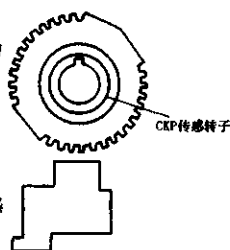

图 2-82 检查曲轴位置传感器转子
(5) 拆下正时皮带罩。检查曲轴位置信号转子是否损坏。如图 2-82 所示,如果发现有损坏,应更换新件。